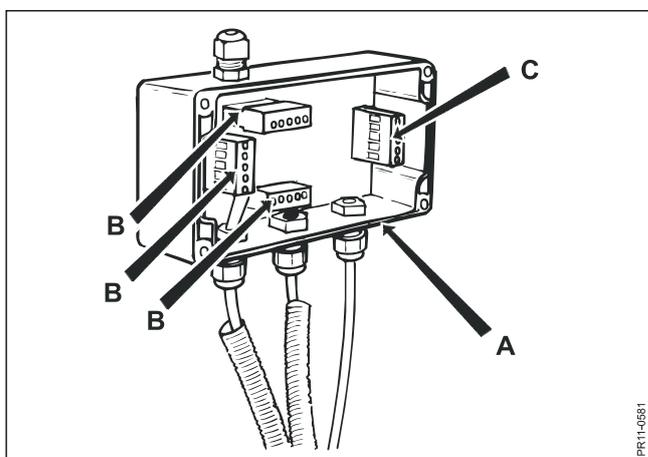

Fig. 9.12
Fig. 9.12 En soudant, s'assurer que le courant **ne peut jamais** passer par un capteur. Cela peut être évité en ouvrant le boîtier de raccordement (A) et en démontant la prise des capteurs (B) et celle du cadran (C). **En dehors de cela, le raccordement à la masse du poste à souder doit toujours être placé près de l'endroit à souder.**